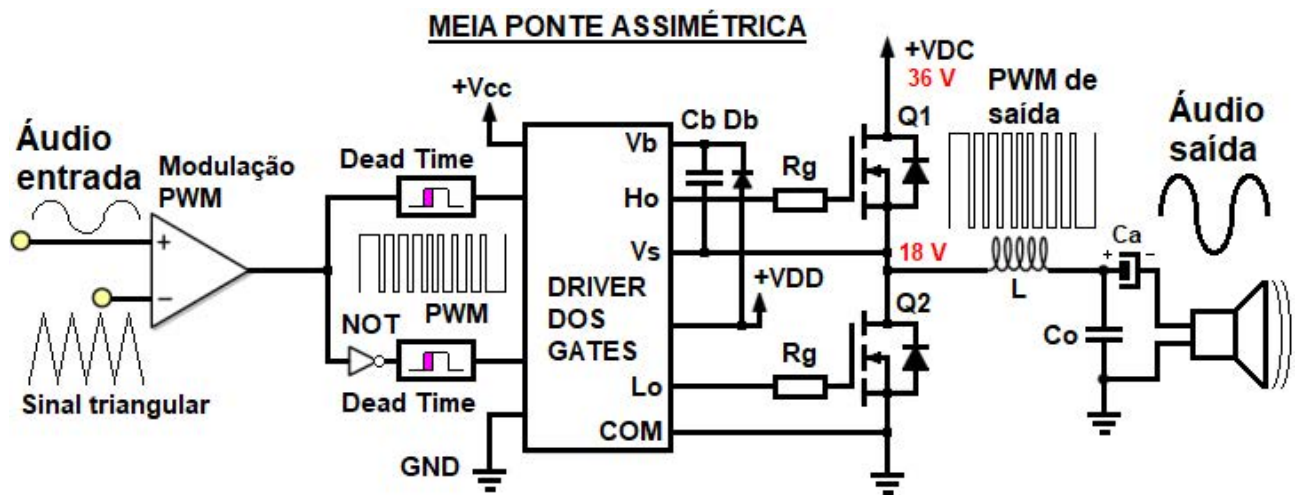

Figura 6
**SE assimétrico** – É alimentado por uma única fonte e os MOSFETS estão conectados ao falante através de um capacitor eletrolítico de 1000  $\mu\text{F}$  ou mais, conforme podemos ver na figura 6.